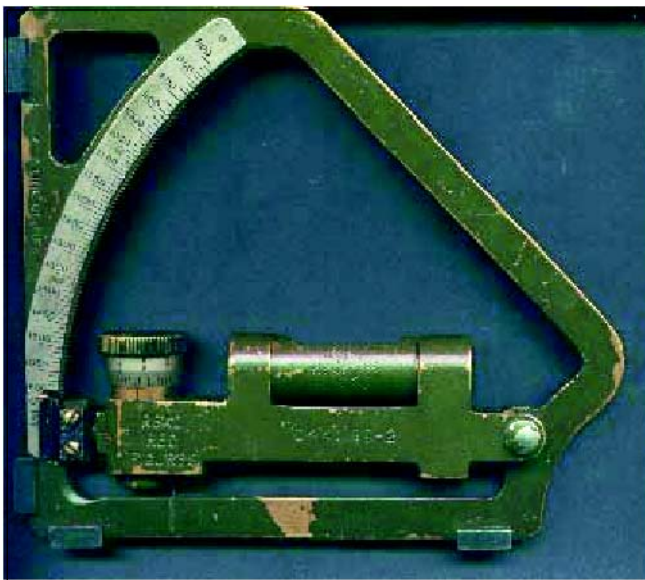
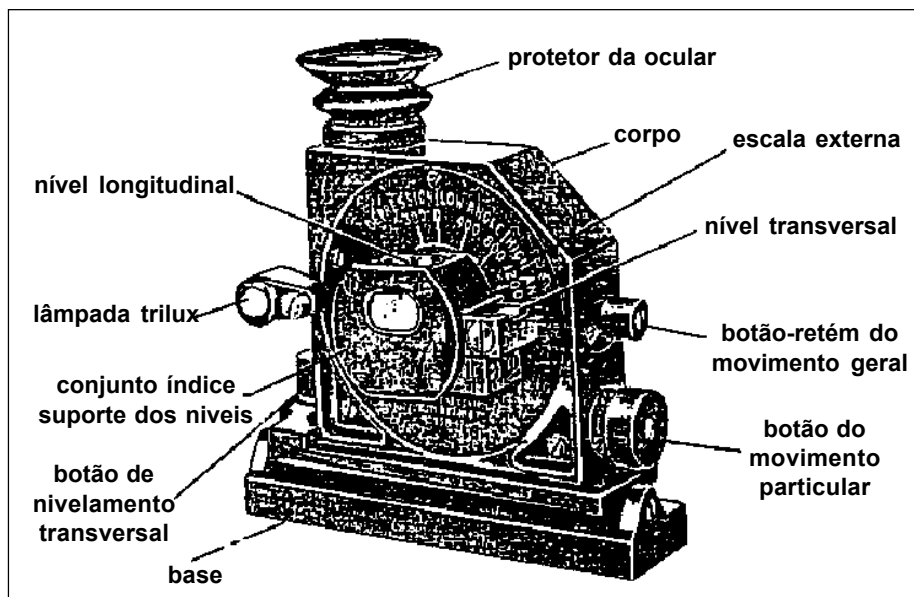

Fig 11-2. Quadrante de Nível M1
Fig 11-3. Quadrante de Nível L4A1
- b.** Quadrante de nível L4A1 (Fig 11-2) ou M1 (Fig 11-3);
(1) Quadrante de nível M1 (Fig 11-2)
(2) Quadrante de nível L4A1 (Fig 11-3):